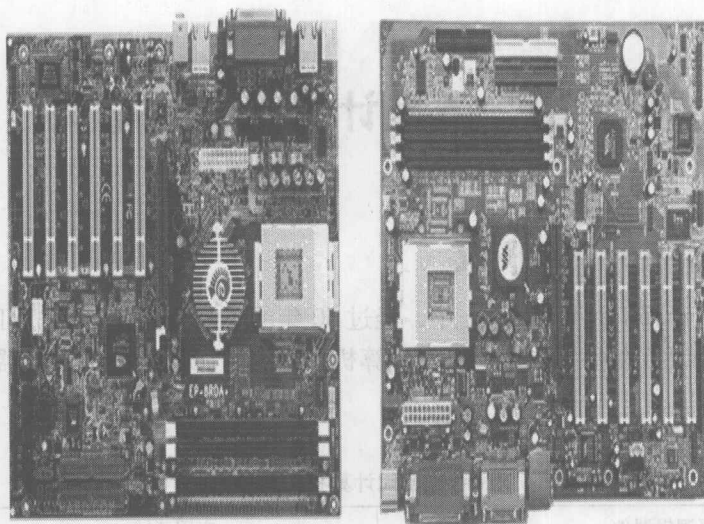

图 1-2 主板的结构
(1) 主板 (Mainboard)。主板也叫母板, 如图 1-2 所示, 是一块控制和驱动计算机的印制电路板, 它是计算机硬件系统的核心。